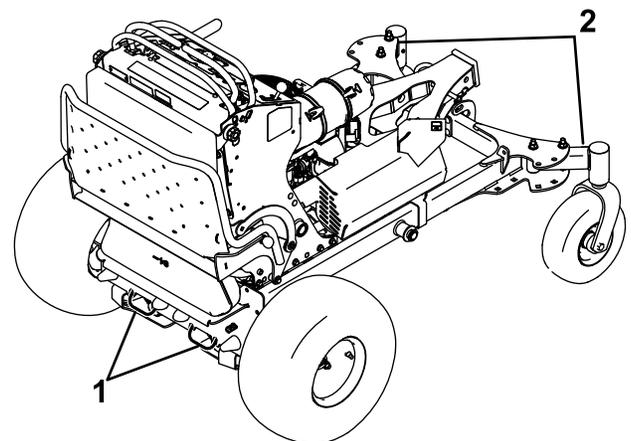

Figure 24
6. Servez-vous des points d'attache en métal et du cadre des roues pivotantes pour arrimer solidement la machine sur la remorque ou le véhicule utilitaire avec des sangles, des chaînes, des câbles ou des cordes (Figure 24).